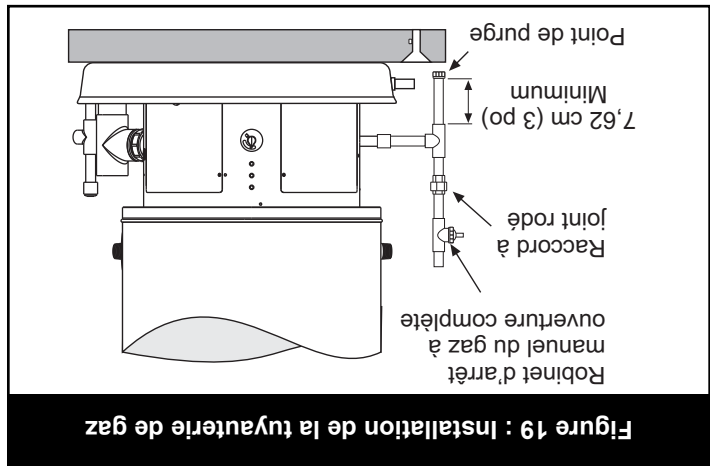

Figure 19 : Installation de la tuyauterie de gaz
- Suivre les instructions ci-dessous et se reporter à la Figure 19 pour l'installation de la tuyauterie de gaz.